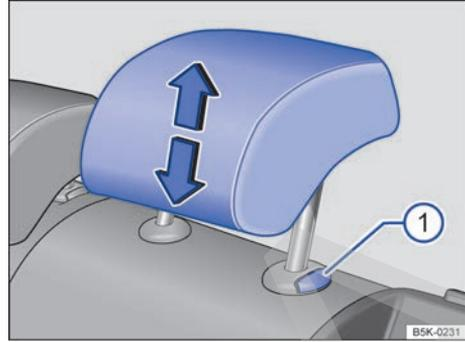

Fig. 81 Ajuste de los apoyacabezas traseros.
- Desplace el apoyacabezas en el sentido de una de las flechas: o bien hacia arriba, o bien hacia abajo a la vez que presiona la tecla → fig. 81 ① → ▲.